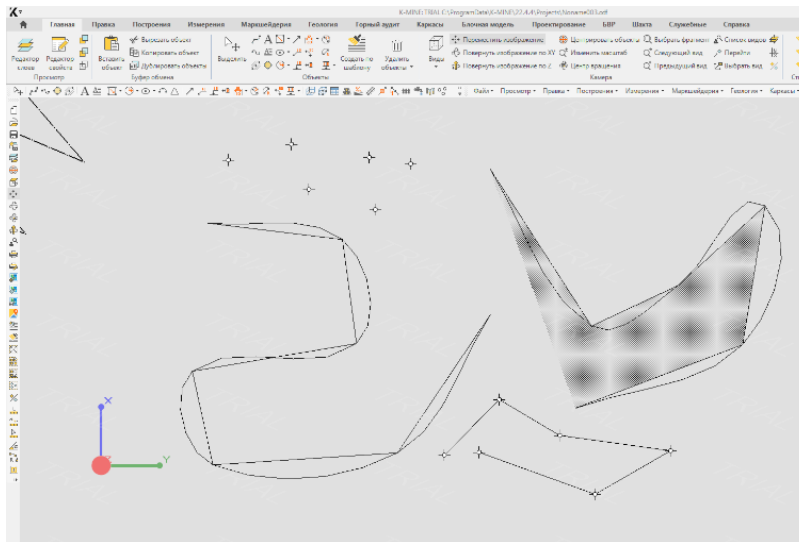

Рисунок 1.2 - Приклад виконання завдання 12
12. Створіть об'єкт полілінія. Перетворіть його в сплайн. Створіть об'єкт сплайн. Перетворіть його в поверхню з подвійною заливкою. Створіть об'єкт маркшейдерська крапка (5-6 об'єктів) (рис. 1.2).